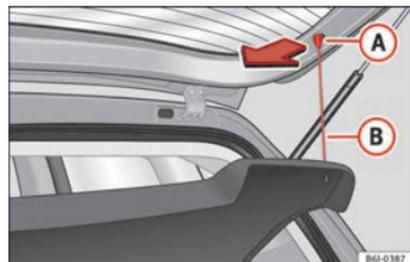

Fig. 159 Chapeleira porta-objetos.
- Desengatar os tirantes » **Fig. 159** **B** dos alojamentos **A**.